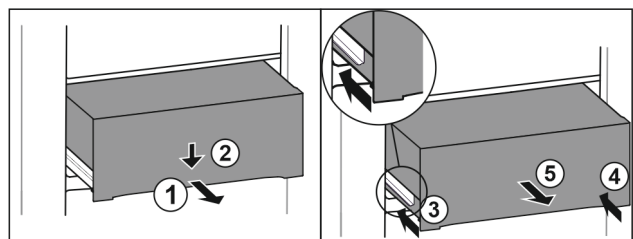

Fig. 93
- Lade er half uittrekken. Fig. 93 (1)
- Schuiflade aan de voorzijde omlaag drukken. Fig. 93 (2)
- Linker rail ca. 2 cm inschuiven. Fig. 93 (3)
- Rechter rail ca. 2 cm inschuiven. Fig. 93 (4)
- Lade naar voren toe verwijderen. Fig. 93 (5)